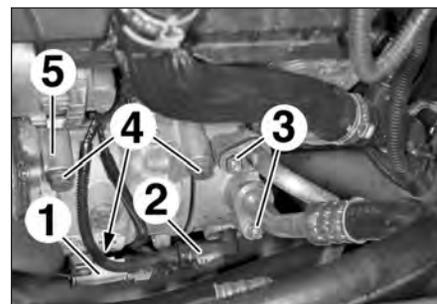

FIG.5
- Débrancher les connecteurs (1) et (2) sur le compresseur (Fig.5).
- Déposer les deux écrous (3).
- les trois vis (4) de fixation du compresseur de climatisation (5),
- le compresseur de climatisation (5).